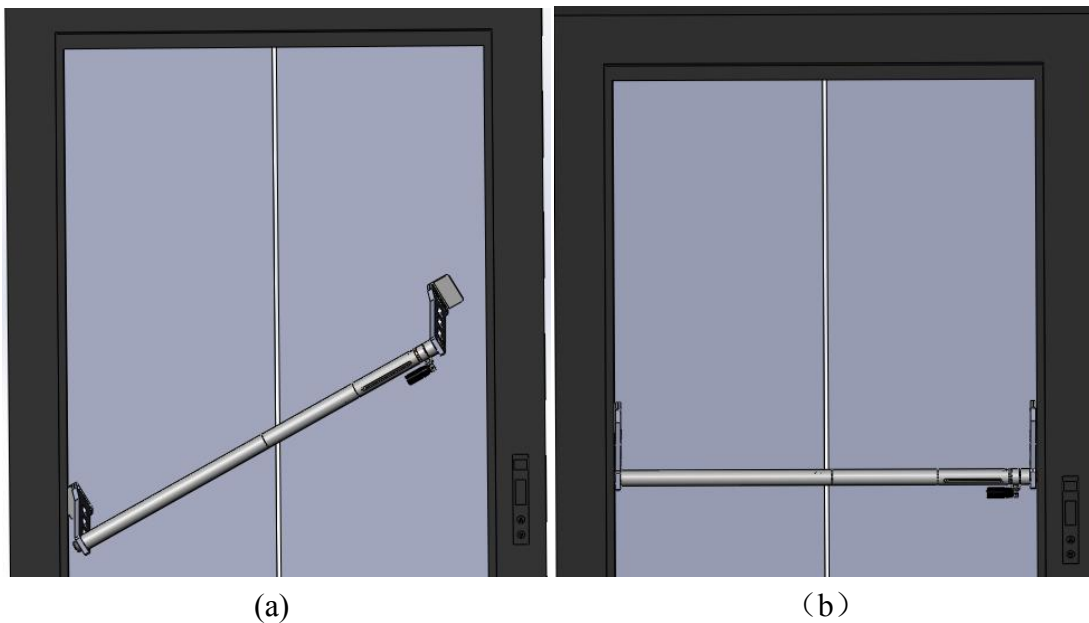

图 5 支撑装置的安装示意
- 3) 安装完成后，倾斜支撑装置并旋转，使卡爪插入电梯层门与门框的间隙处，如图 5（a）所示；
- 4) 调整支撑装置至水平，打开折叠手柄，并右旋使调节组件缓慢伸出，直至支撑装置牢固地固定于电梯门框，如图 5（b）所示。